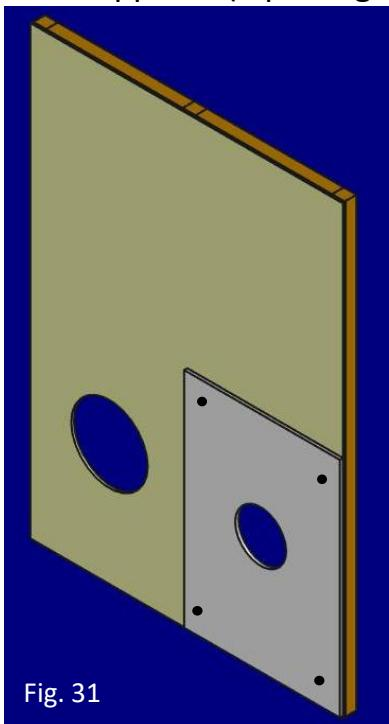

Fig. 31
4. Inserite in ogni foro un bullone (qualsiasi tipo ma meglio se a testa piatta) e avvitate il dado corrispondente all'interno per bloccare i taglieri al piano di supporto (4 per tagliere sui lati lunghi – fig. 31).